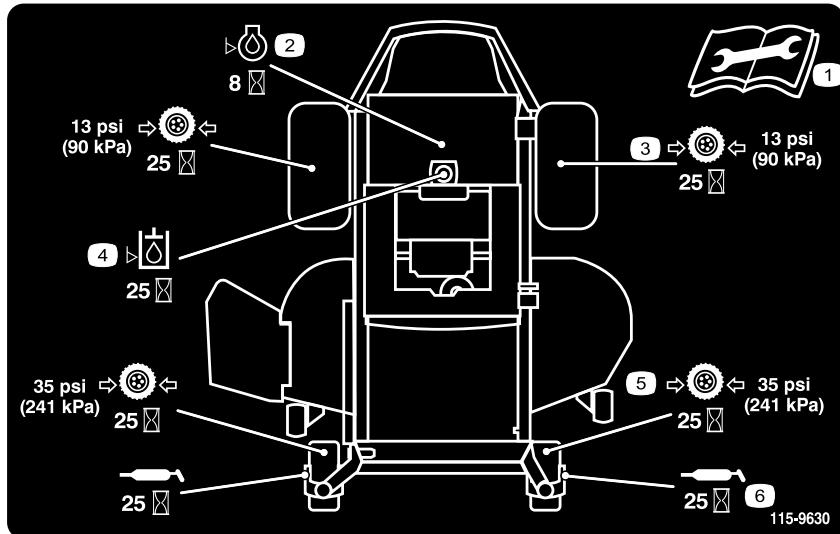
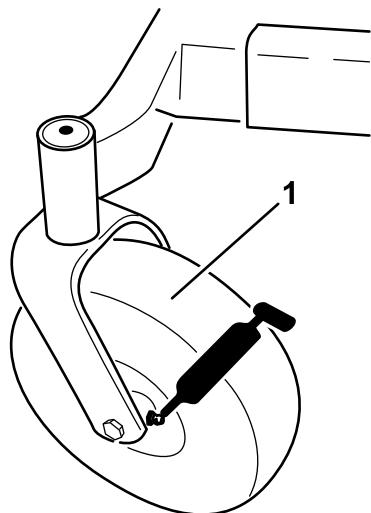

Figura 36
Figura 37
3. Limpie con un trapo los puntos de engrase (Figura 37) y (Figura 36). Asegúrese de rascar cualquier pintura que hubiera sobre los puntos de engrase.
4. Conecte una pistola de engrasar a cada punto de engrase (Figura 37 y Figura 36). Bombee grasa hasta que empiece a rezumar grasa de los cojinetes.